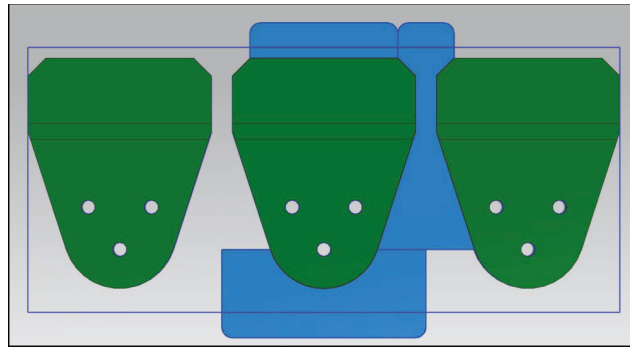

Рис. 5.13. Промежуточный вид отходов
6. Нажмите клавишу **Применить** внизу окна **Проектирование отхода**. Полученный отход станет целой гранью синего цвета (рис. 5.13).